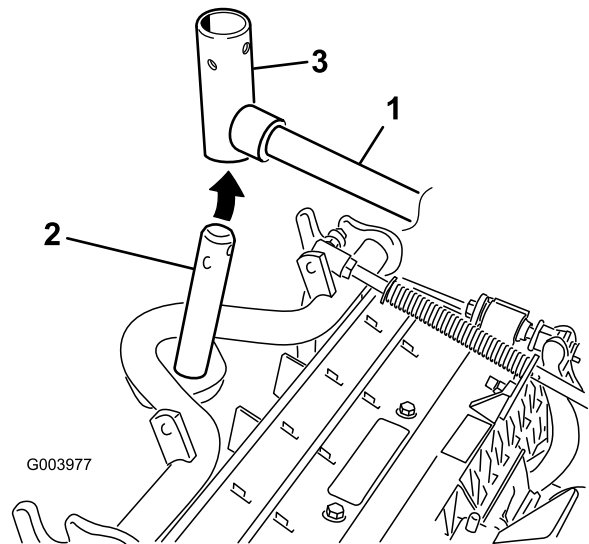

Figure 8
7. Pour les plateaux de coupe avant, poussez un plateau de coupe sous le bras de relevage tout en insérant l'arbre du bâti porteur dans la chape de pivot du bras de relevage (Figure 8).
- B. Insérez la chape du bras de relevage sur l'arbre du bâti porteur (Figure 8).